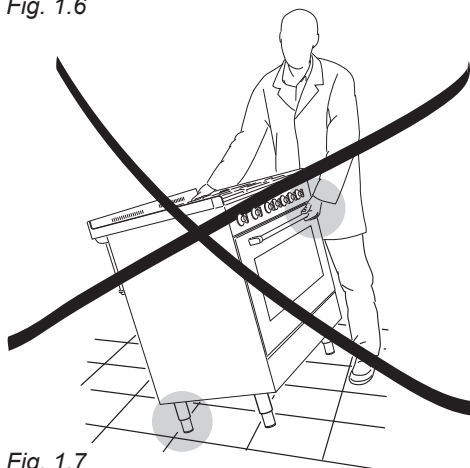

Fig. 1.7
**ATTENZIONE:** Non utilizzare la maniglia del forno per movimentare la cucina (fig. 1.7).